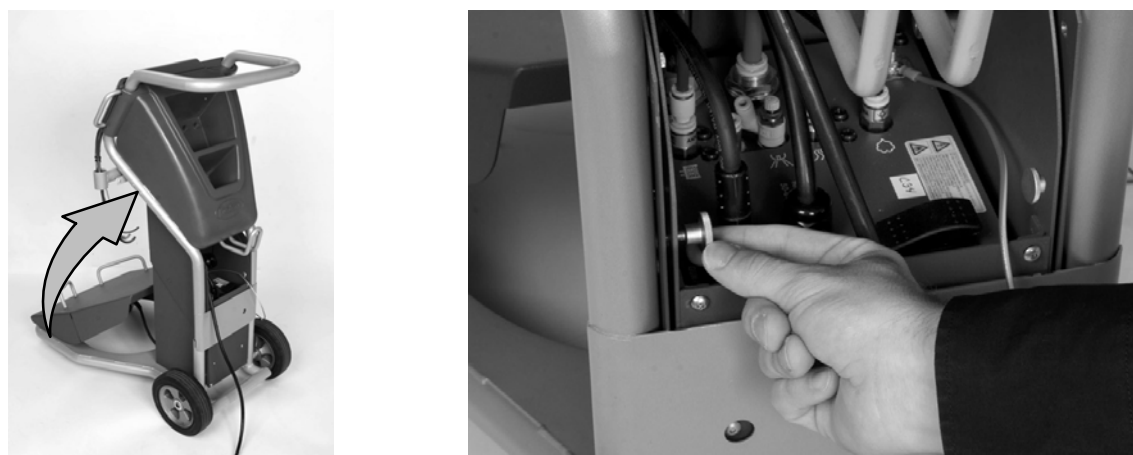

Bild 2-5 Uppfällning av handtag och fastsättning i läge
2. Se bild 2-5. Drag handtaget uppåt så att det fälls ut.